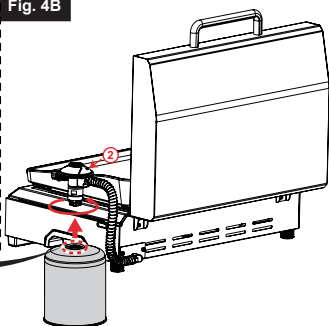

Fig. 5
- Placez la cartouche dans son logement (Fig. 5).